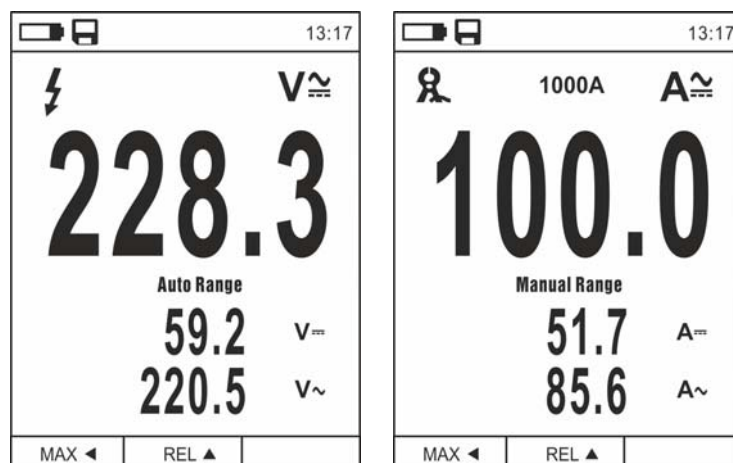

Fig. 6: Description mesure tension et courant AC+DC
2. Appuyer sur la touche **MODE** et sélectionner les modes «  $V_{\text{AC}}$  », «  $A_{\text{AC}}$  », «  $mA_{\text{AC}}$  » ou «  $\mu A_{\text{AC}}$  » (voir Fig. 6)